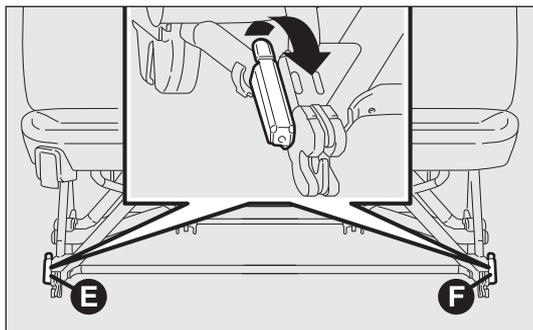

Abb. 35
- in der senkrechten Stellung die Hebel E und F – Abb. 35 nach oben drehen;